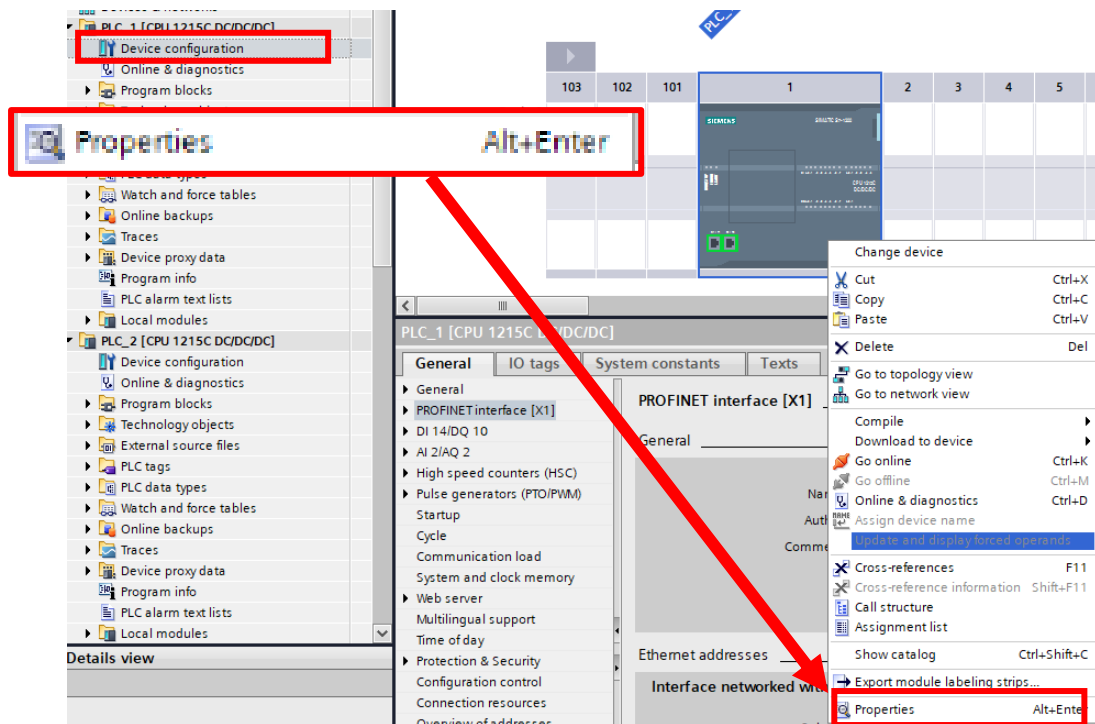

Rys. 3a
5. W oknie **Project tree** klikamy 2 razy na opcję **Device & networks**. W prawym oknie powinien pojawić widok dwóch sterowników dodanych do projektu. Następnie klikamy lewym przyciskiem myszki, na gniazdo przyłącza RJ45 i trzymając ten przycisk, przeciągamy wirtualne połączenie (rys. 3a) pomiędzy tym gniazdem a gniazdem RJ45 w drugim sterowniku. Po poprawnym połączeniu tych sterowników widok połączenia powinien wyglądać jak na rys. 3a.